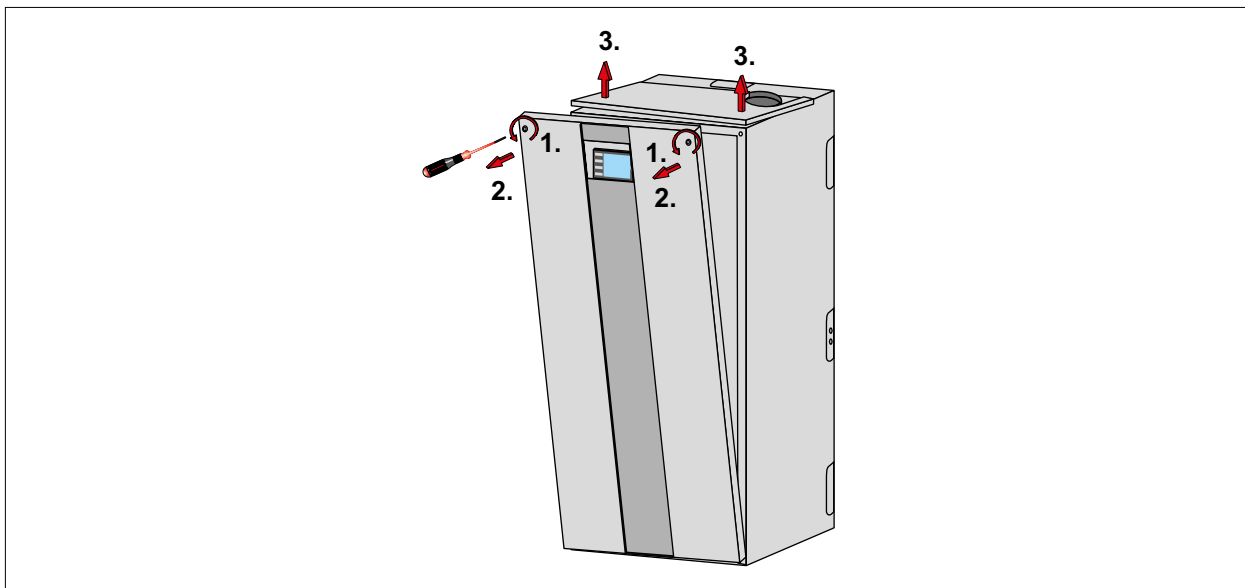

Abb. 5.2 Verkleidung demontieren
- ▶ Verkleidung demontieren („Abb. 5.2 Verkleidung demontieren“).